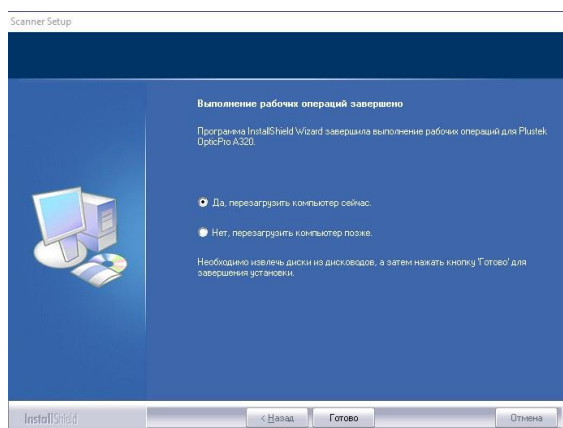

Рисунок 7.
5. После завершения операции установки в открывшемся окне установим флажок «Да, перезагрузить компьютер сейчас» и нажимаем «Готово» (Рисунок 7)